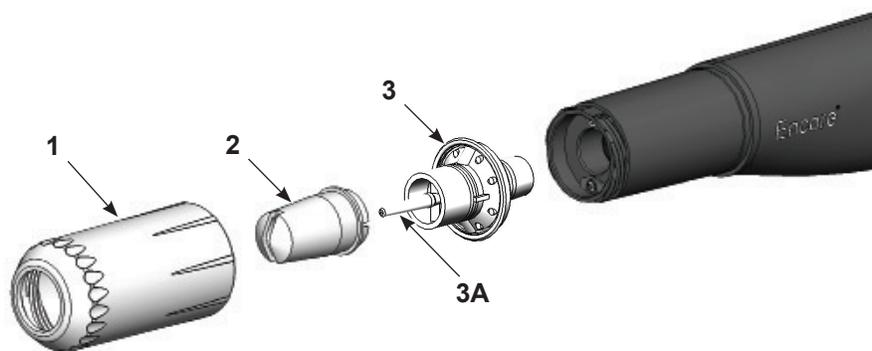

Abbildung 4-1 Flachsprühdüse ausbauen und installieren
1. Siehe Abbildung 4-1. Die Düsenmutter (1) gegen den Uhrzeigersinn abschrauben.
2. Die Flachsprühdüse (2) von der Elektrodenbaugruppe (3) abziehen.